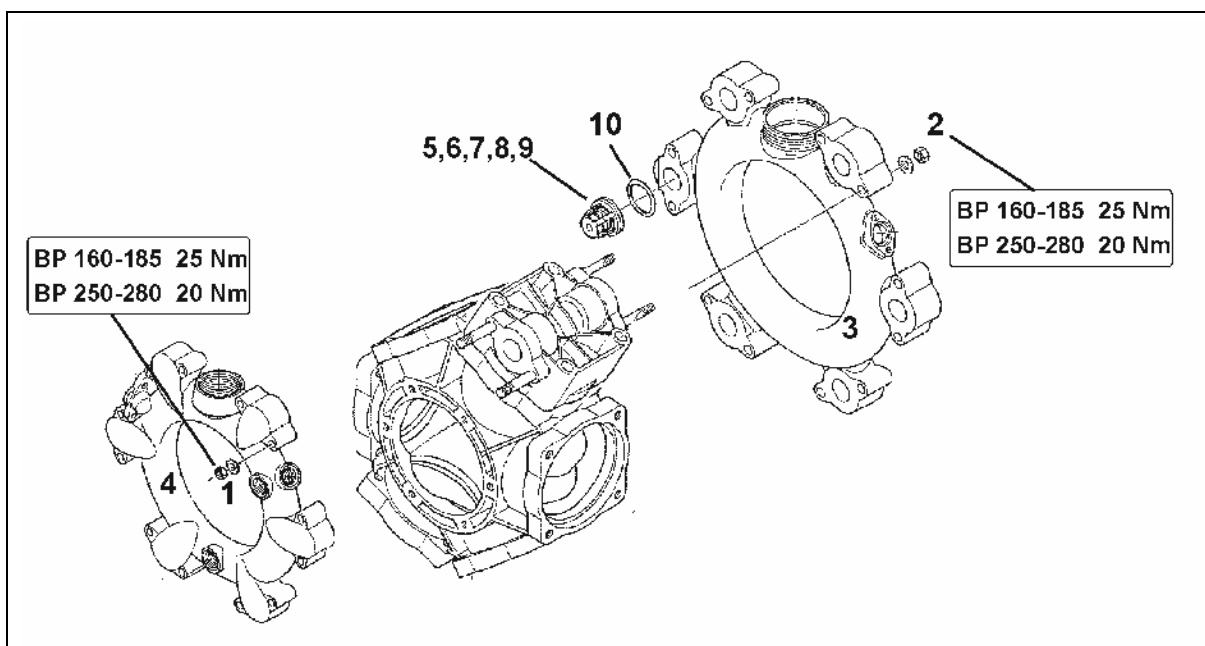
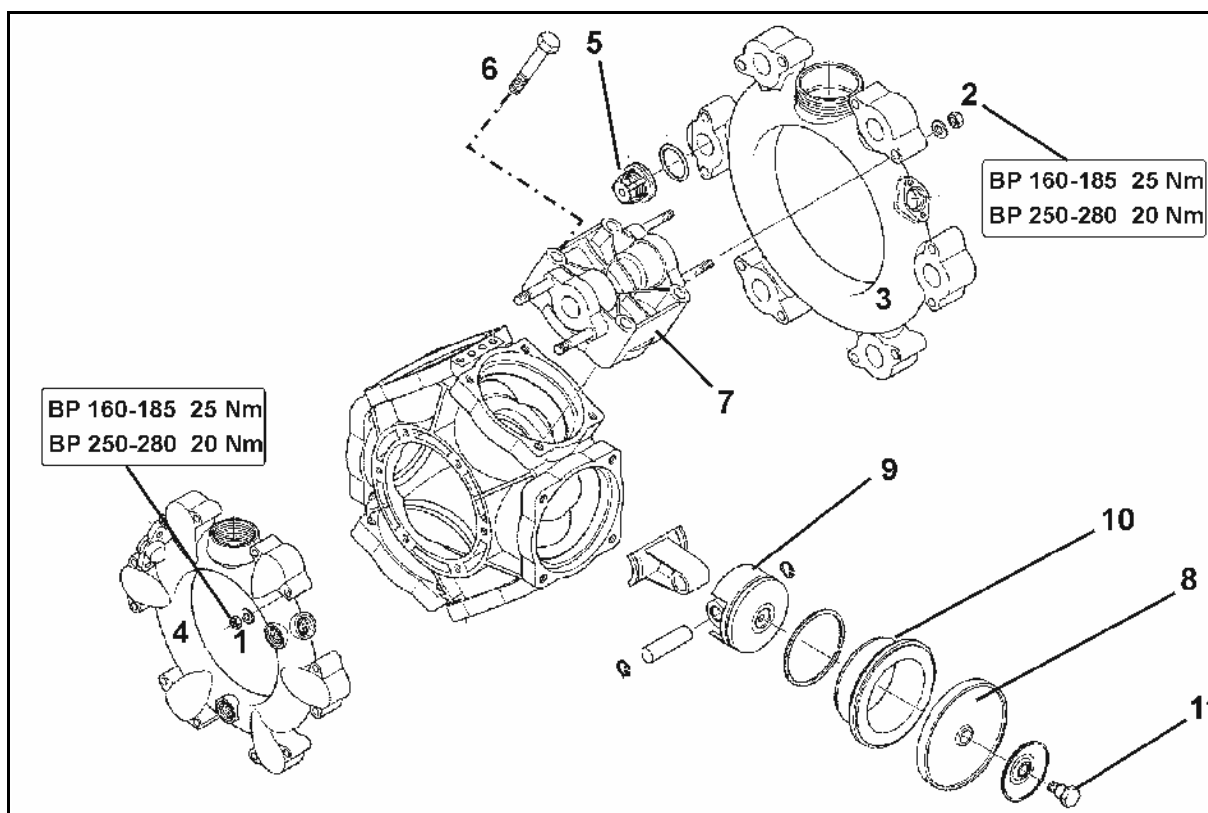

Fig. 141
Fig. 142
- Vérifiez la position de montage des clapets côté aspiration et côté refoulement, avant de retirer les jeux de clapets (5).
- Au remontage, veillez à ce que les guides (Fig. 141/9) ne soient pas endommagés. Leur endommagement risque de provoquer le blocage des clapets.
- Les écrous (Fig. 141/1, 2) doivent impérativement être serrés en étoile et au couple de serrage préconisé. Le non-respect de ces consignes peut entraîner des tensions contradictoires et par là-même, des fuites.
4. Retirez les jeux de clapets (5).
5. Contrôlez l'état des sièges (Fig. 141/6), des clapets (7), des ressorts (8) et des guides (9).
6. Retirez le joint torique (10).
8. Remontez les jeux de clapets (5) après les avoir vérifiés et nettoyés.
9. Mettez en place des joints toriques neufs (10).
10. Bridez les conduites d'aspiration (3) et de refoulement (4) sur le carter de pompe.
- Vérifiez l'état des membranes de piston (8) au moins une fois par an en les démontant.
- Vérifiez la position de montage des clapets côté aspiration et côté refoulement, avant de retirer les jeux de clapets (Fig. 142/5).
- Il est impératif de remplacer les membranes de tous les pistons (Fig. 142/8) même si une seule d'entre elles est défectueuse ou poreuse.
2. Desserrez les écrous (Fig. 142/1, 2).
3. Retirez les conduites d'aspiration et de refoulement (Fig. 142/3 et Fig. 142/4).
4. Retirez les jeux de clapets (Fig. 142/5).
5. Retirez les écrous (Fig. 142/6).
6. Retirez la culasse (Fig. 142/7).
7. Contrôlez les membranes de piston (Fig. 142/8).